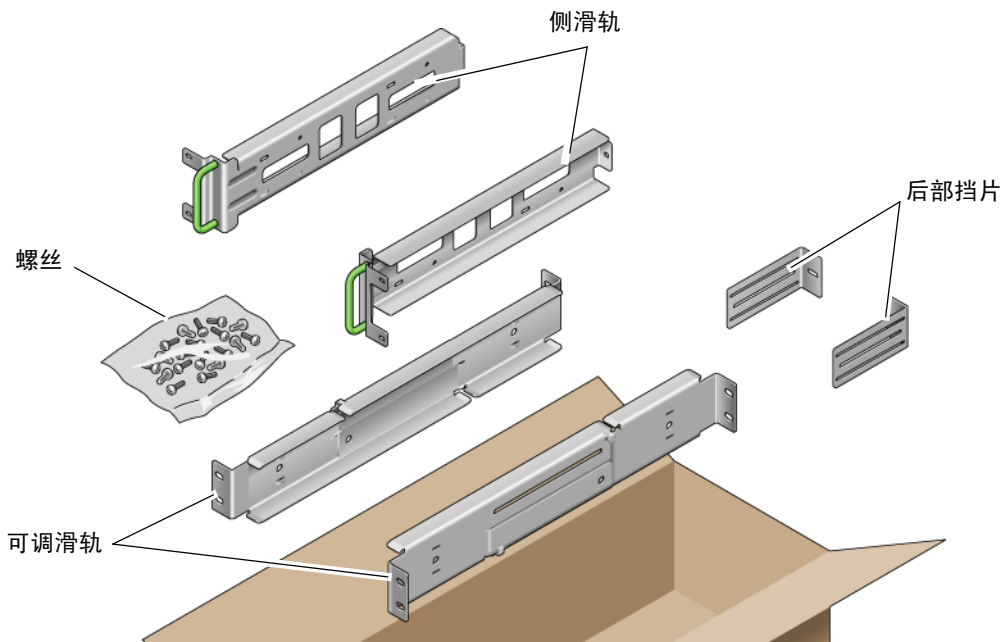

图 3-14 600 毫米四柱固定式装配工具包中的物品
1. 从机架工具包中取出可调滑轨（图 3-14）。
7. 从机架工具包中取出后部挡片（图 3-14）。
9. 从机架工具包中取出侧滑轨（图 3-14）。